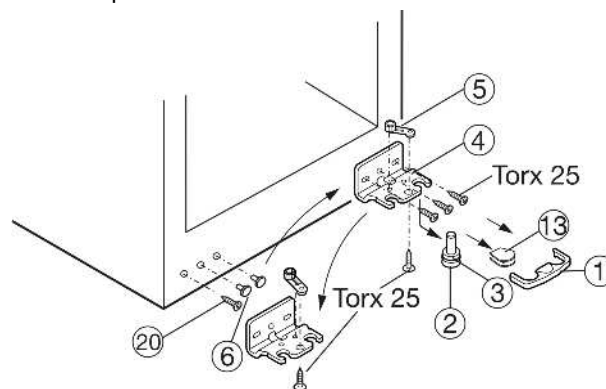

Fig. 4
- ▶ Предохранитель Fig. 4 (1) снимите движением вперед.
- ▶ Снимите крышку Fig. 4 (13)*
- ▶ Вытяните опорный палец Fig. 4 (2) вниз и вперед. При этом следите за гнездом шарнира Fig. 4 (3).
- ▶ Открутите опорный кронштейн Fig. 4 (4).
- ▶ Открутите опорную деталь Fig. 4 (5) и, переставив в отверстие на противоположной стороне опорного кронштейна, снова прикрутите.
- ▶ Снимите и снова установите пробку Fig. 4 (6) на противоположную сторону со стороны ручки.
- ▶ Выкрутите болт Fig. 4 (20) и вкрутите на противоположной стороне.
- ▶ Снова прикрутите опорный кронштейн Fig. 4 (4) на новой стороне шарнира (с моментом 4 Нм). При необходимости используйте аккумуляторный шуруповерт.
- ▶ Снова слегка наклоните устройство назад и снова установите опорный палец Fig. 4 (2) с гнездом шарнира Fig. 4 (3). Заулубина на опорном пальце должна быть расположена спереди.
- ▶ Установите крышку Fig. 4 (13) на противоположной стороне.*
- ▶ Предохранитель (1) нужно зафиксировать сбоку на кронштейне, чтобы опорный палец и двери были защищены от выпадения.
- ▶ Снова защелкните предохранитель (1) на опорном кронштейне.
- ▶ При необходимости выровняйте дверцы через два продольных паза в опорном кронштейне Fig. 4 (4) параллельно корпусу устройства. Для этого выкрутите средний винт.